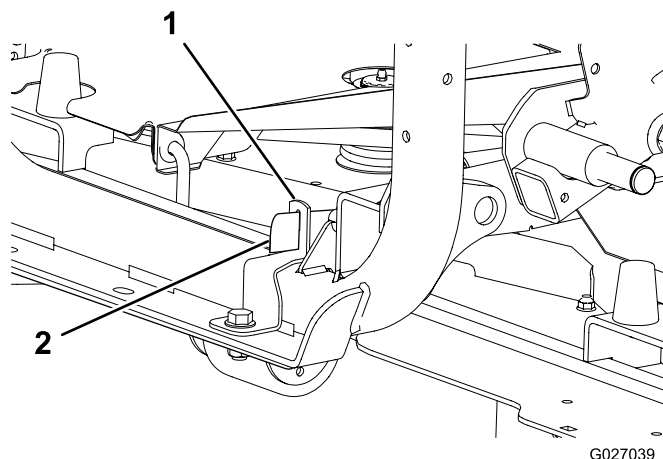
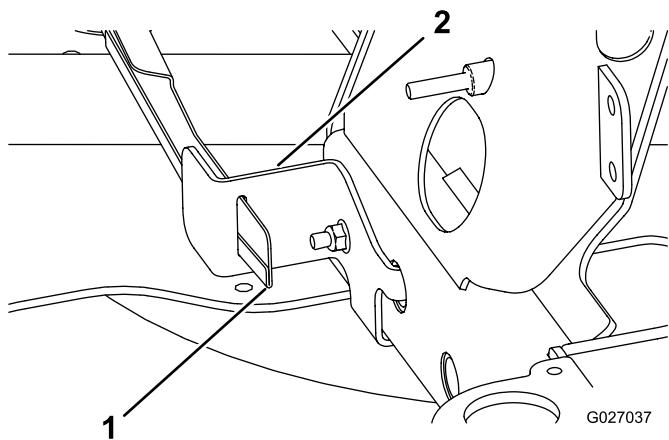

Figura 27
Figura 26
2. Instale el protector del árbol de transmisión a través de la ranura del soporte del protector que se instaló en el procedimiento 11 Montaje del soporte del protector (página 9); consulte Figura 26 o Figura 27.